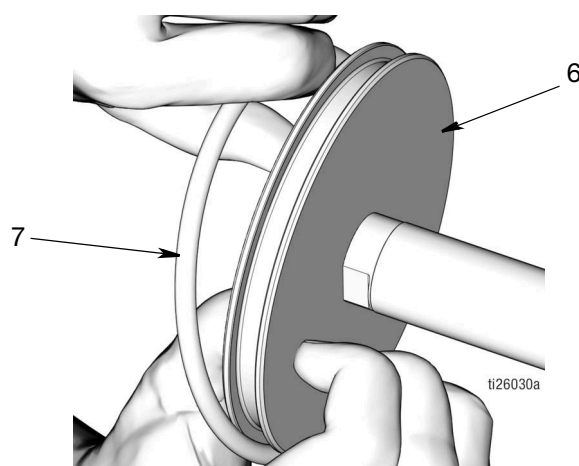

FIG. 49
- Aplique una capa fina de grasa en la junta tórica (7). Instale la junta tórica (7) alrededor del pistón (6) como se observa en FIG. 49.